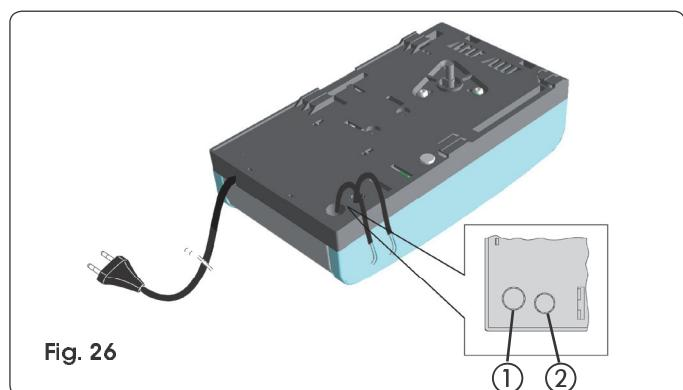

Fig. 26
- Pour la connexion des commandes externes, des sécurités et des signalisations, défoncer la pré-cassure (Fig. 26 ref. ①).
- Pour la connexion du bord de sécurité, (voir par. 18.3), défoncer la pré-cassure (Fig. 26 ref. ②).